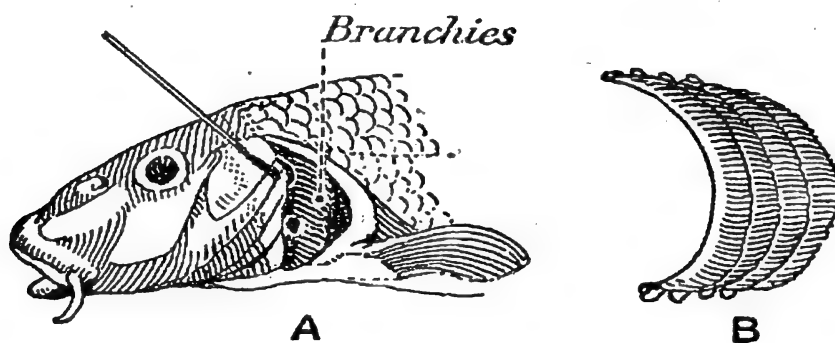

Fig. 5. — La tête d'un goujon (l'opercule est soulevé pour montrer les branchies). — A droite, en B, le détail des branchies
**5. La tête du goujon.** — La tête (*fig. 5. A*) est assez courte; en avant, légèrement en-dessous, s'ouvre la bouche, largement fendue; la lèvre supérieure est ornée de deux barbillons de chair, un de chaque côté. Les yeux sont gros et ronds.